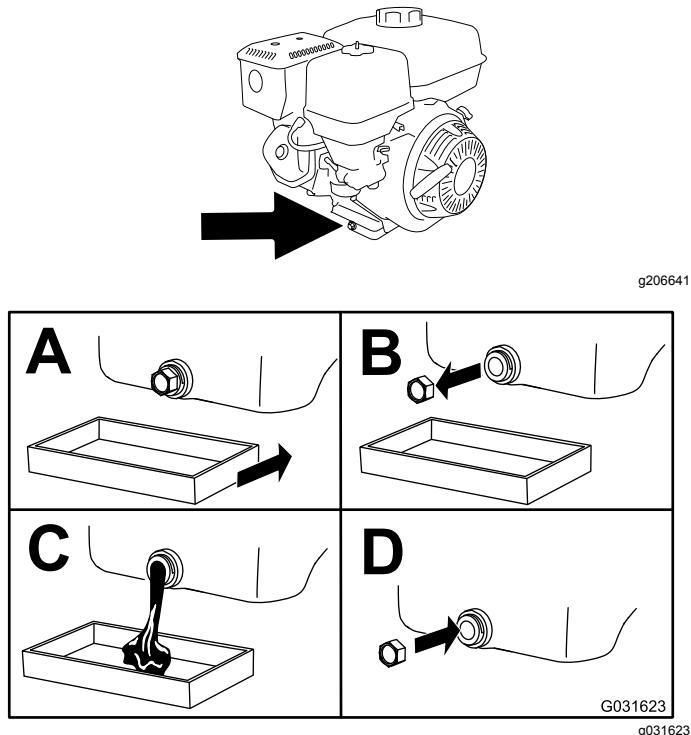

Figura 25
- Cambie el aceite como se muestra en Figura 25.